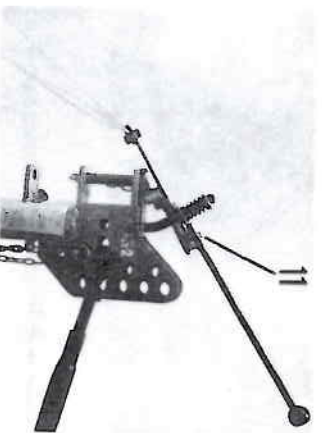

Abb. 74
Die Einstellung der Spuranzeiger siehe Seite 34 und 35. Der Schalkopf (11) wird auf den Grundrahmen – Abb. 74, Seite 30 – aufgesteckt. An ihm werden die Seile für den Wechsel der Spuranzeiger angeklemt.
Werden Stützrollen und kleiner Ausleger mit U-Laufrad eingesetzt, so muß der Oberlenker in das Langschlitzloch eingesetzt werden (Abb. 74).
und am Schaltkopf (siehe Abb. 74, Seite 30) zusammenge-